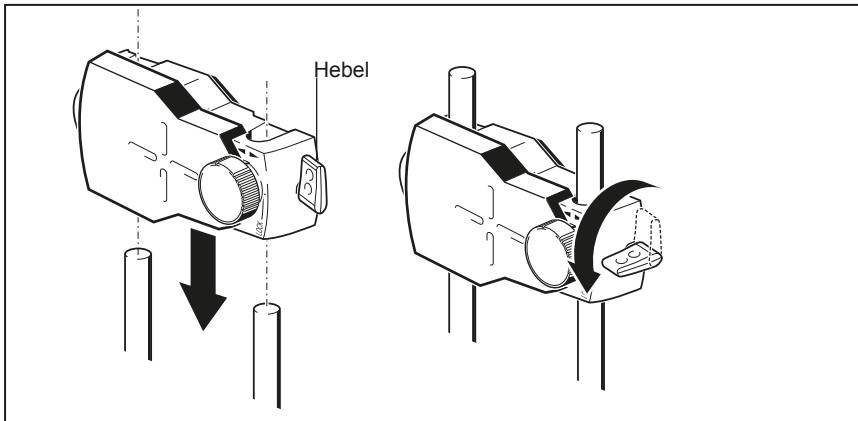

Abbildung 7-3. Prisma montieren und befestigen
Das gelbe Rändel an der Vorderseite des Prismas ermöglicht Ihnen die Einstellung des horizontalen Winkels des reflektierten Laserstrahls. Stellen Sie vor der Montage des Prismas sicher, dass das Rändel zentriert ist, damit Sie im Nachhinein auf einen größtmöglichen Einstellungsbereich zurückgreifen können. Dabei sollte sich die Unterseite des Rändels auf der Höhe der Pfeilspitze an dem Gehäuse des Prismas befinden (siehe Abbildung 7-3).
6. Öffnen Sie den seitlich am Gehäuse des Prismas angebrachten gelben Verriegelungshebel und schieben Sie das Prisma auf die Haltestangen der rechten Spannvorrichtung. Stellen Sie den Hebel zurück in die horizontale Position, um das Prisma auf den Stangen zu fixieren (siehe Abbildung 7-3).